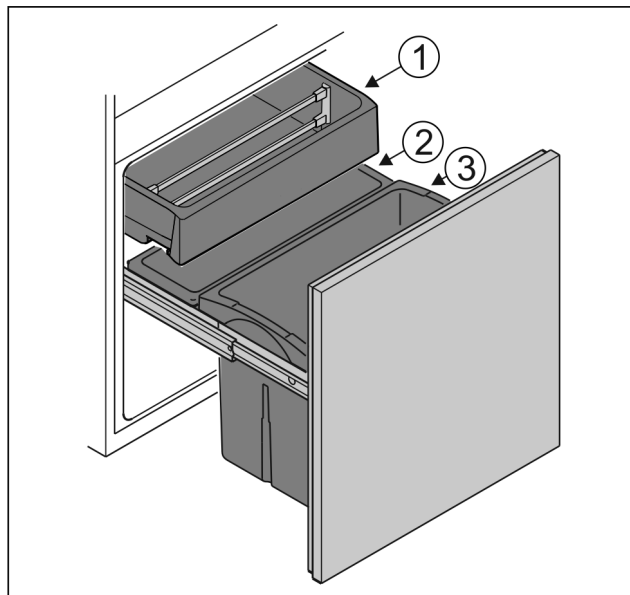

Fig. 68
- ▶ Nádoba Fig. 68 (1): Skladujte nezabalenou zeleninu a jižní plody.
- ▶ Nádoba Fig. 68 (2): Skladujte nezabalené drobné druhy ovoce a zeleniny.
- ▶ Nádoba Fig. 68 (3): Skladujte jednotlivé láhve.